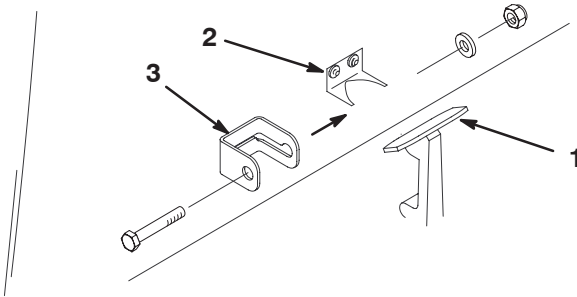

Figure 3
1. Décrochez le verrou du capot de son support (Fig. 3).
2. Glissez la patte de blocage du capot sur le verrou (Fig. 3).
3. Raccrochez le verrou sur le support du capot (Fig. 3).
4. Insérez un boulon (1/4 x 1-1/2") dans la patte de blocage du capot et fixez-le à l'aide d'une rondelle plate et d'un contre-écrou (Fig. 3).